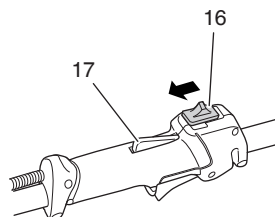

Fig. 13
1. Placez l'Interrupteur marche-arrêt (16) en position avant depuis la position d'arrêt. (Fig. 13)